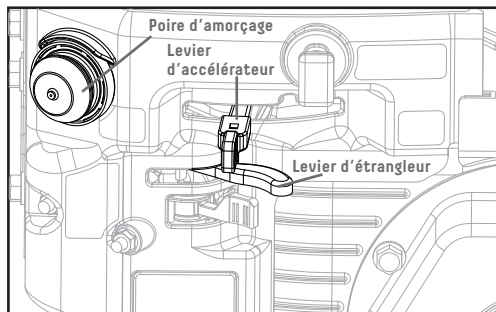

Figure 11B
- b. Pour démarrer un moteur chaud, laissez le levier de l'étrangleur sur la position Run (marche) (figure 11B).
4. Mettez le levier de l'accélérateur à pleine vitesse pour démarrer le moteur (figure 11B).
5. Utilisez la commande d'amorçage, selon la température de la machine (figure 11B) :
8. Une fois que le moteur tourne, réglez l'étrangleur sur la position RUN (marche) (figure 11B).